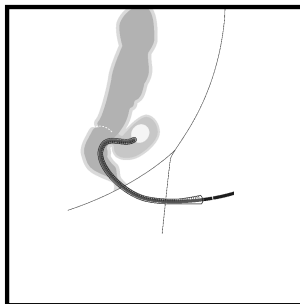

Fig. 2
8. Sett endoskopet og overtuben (eller rektoskopet eller proktoskopet) forsiktig inn i analkanalene ved hjelp av passende smøremiddel, og før det til nivået av lekkasjehulen (Fig. 2).